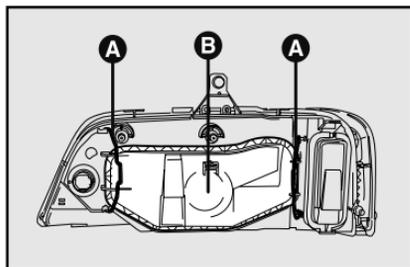

fig. 12
3) suelte los muelles **A**-fig. 12 y saque la tapa **B**;
7) vuelva a enganchar los ganchos de fijación, enchufe el conector, monte la tapa **B-fig. 12** y fíjela con los ganchos correspondientes.